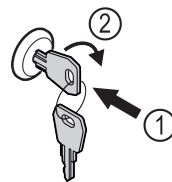

Fig. 158
- ▶ Sleutel erin duwen. Fig. 158 (1)
- ▶ Sleutel 90° rechtsom draaien. Fig. 158 (2)